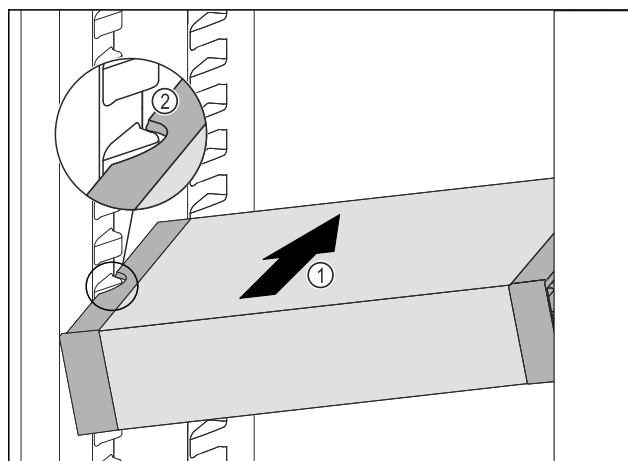

Fig. 113
- Insérer le VarioSafe en biais dans la partie réfrigérateur Fig. 113 (1) jusqu'à ce que les encoches latérales Fig. 113 (2) du VarioSafe se trouvent à la hauteur de la nervure du bac dans la partie réfrigérateur.